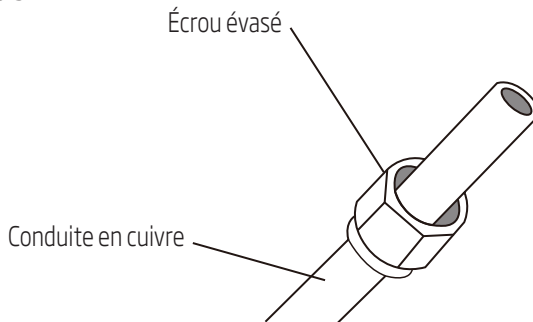

Fig. 3.3
3. Placez des écrous évasés aux deux extrémités de la conduite. Vérifiez qu'ils soient orientés dans la bonne direction parce que vous ne pourrez pas les monter ou changer leur orientation après évasement. Voir Fig. 3.3.